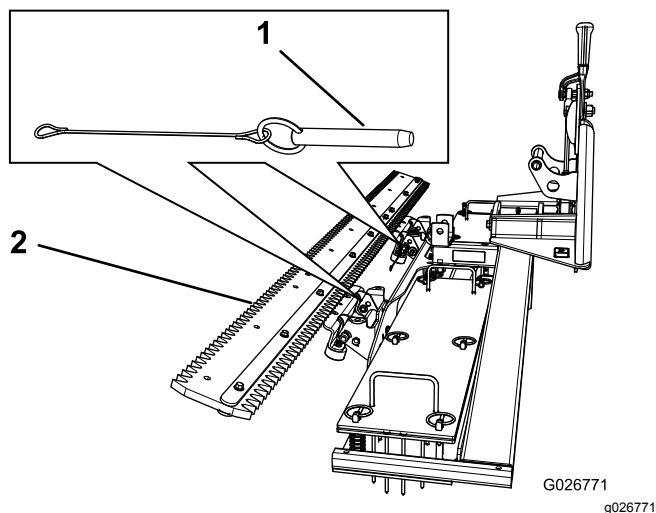

Figure 11
1. Retirez les 2 axes de chape (Figure 11).
2. Inclinez le groomer vers le haut et insérez les axes de chape pour le fixer dans cette position (Figure 11).